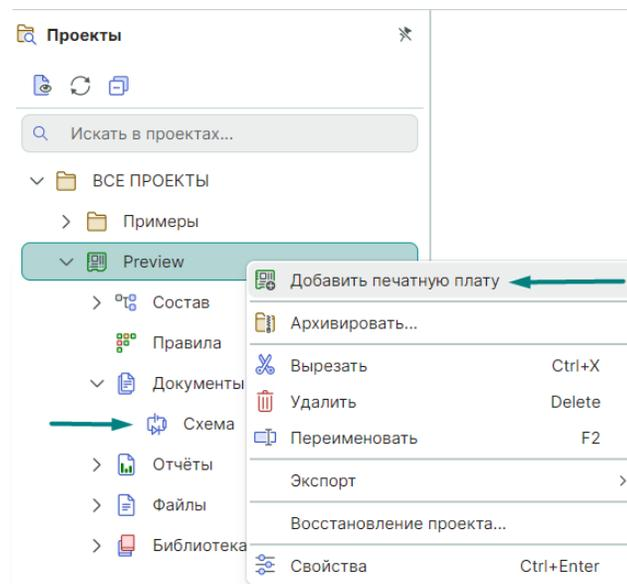

Рис. 22 Добавление печатной платы в проект
**Примечание!** Если был выполнен импорт только схемы, в дереве созданного проекта есть возможность создать печатную плату. В панели «Проекты» вызовите контекстное меню с узла «Документы» данного проекта и выберите «Добавить печатную плату», Рис. 22.